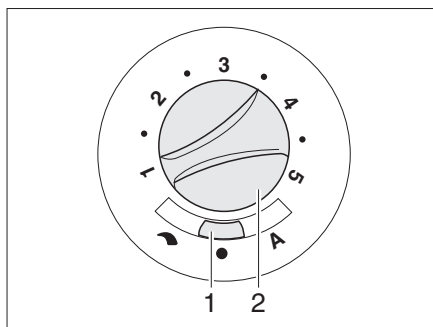

Fig. 111 Commutateur de commande du ventilateur à air pulsé (12 V)
- Régler l'interrupteur à curseur (Fig. 111,1) sur " " (réglage manuel) ou "A" (mode automatique).
- Si l'interrupteur à curseur est réglé sur (Fig. 111,1) " " (réglage manuel) : Régler la puissance désirée du ventilateur à air pulsé à l'aide du bouton de commande (Fig. 111,2).
- Régler l'interrupteur à curseur (Fig. 111,1) sur "●" (arrêt). Lorsque le chauffage est en marche, cet interrupteur est à l'arrêt.